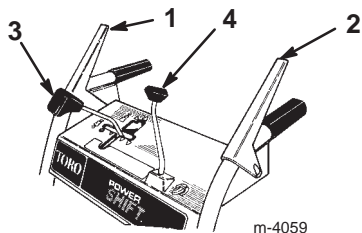

Figure 13
- **Levier de commande de tarière/roue hélice** (Fig. 13)—Pour embrayer la tarière et la roue hélice, serrez le levier contre la poignée du mancheron de droite. Pour les débrayer, lâchez le levier.
- **Levier de commande de déplacement** (Fig. 13)—Pour embrayer la transmission aux roues, serrez le levier contre la poignée du mancheron de gauche. Pour arrêter la machine, lâchez le levier.
- **Levier de commande de changement de vitesse** (Fig. 13)—Le levier possède une position de point mort, quatre vitesses en marche avant et deux vitesses en marche arrière. Il commande aussi la force motrice des roues. Pour sélectionner un rapport, placez le levier dans la position souhaitée.
- **Commande d'orientation de l'éjecteur** (Fig. 13)—Tournez la commande d'orientation dans le sens des aiguilles d'une montre pour déplacer l'éjecteur vers la droite, ou en sens contraire pour le déplacer vers la gauche.
- Relâchez les leviers de tarière/roue hélice et de commande de déplacement (Fig. 13).